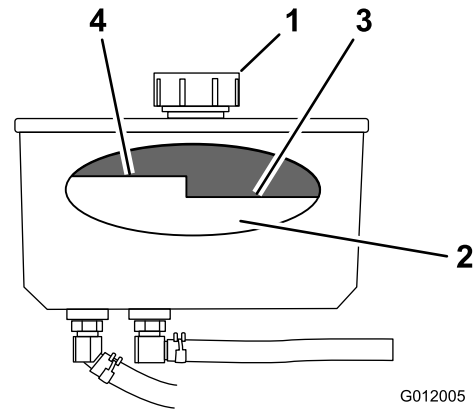

Figure 68
3. Nettoyez la surface autour du bouchon et du goulot de remplissage du réservoir hydraulique (Figure 68).
4. Enlevez le bouchon du goulot de remplissage (Figure 68).
Remarque: Lorsque l'huile est chaude, le niveau doit être en dessous du repère « à chaud » sur le déflecteur (Figure 68).